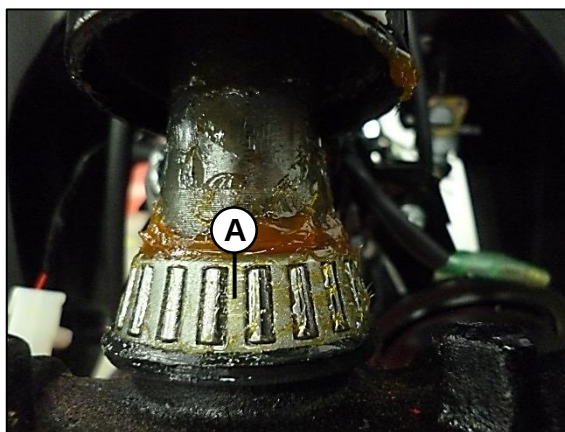

Fig. 20
Al momento de ensamble de la dirección engrase bien los elementos de rodaje (A) Fig. 20